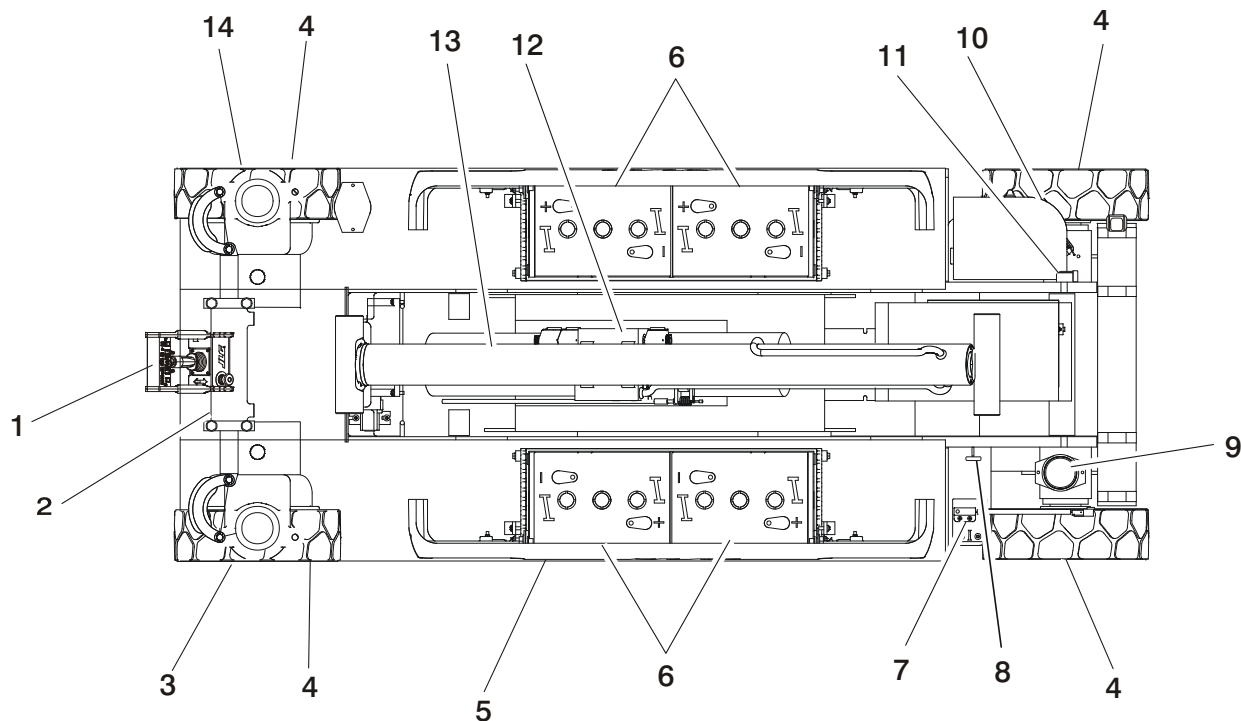

Figura 2-1. Inspección visual diaria - Hoja 1 de 3
5. **Inspección visual** – Consultar la Figura 2-1